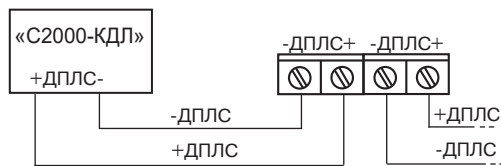

Рисунок 4 – Схема подключения извещателя
6.10 Выполните подключение извещателя к ДПЛС (рис. 4) в соответствии с инструкцией по эксплуатации контроллера КДЛ, закрепите провода винтами и установите крышку на место.
Подключите адресный шлейф сигнализации к извещателю согласно рис. 4, включите питание, выждите полторы-две минуты. Начните проход через зону обнаружения со скоростью от 0,5 до 1 м/с. Извещатель должен выдать тревожное извещение (индикатор начинает мигать) после 3–4-х шагов в пределах зоны обнаружения. Подождите до тех пор, пока индикатор перестанет мигать и пересеките зону обнаружения с противоположной стороны. Извещатель должен выдать тревожное извещение.